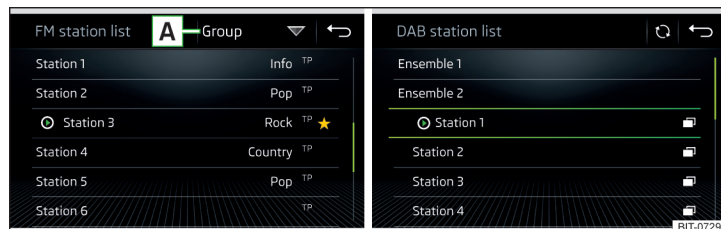

Fig. 184 Ejemplo de la lista de emisoras FM/DAB disponibles:
- Para **clasificar** (FM) las emisoras en la secuencia alfabética, según grupo o género, pulsar la superficie funcional  » fig. 184 » .
- Para la actualización **manual**, pulsar la superficie funcional  » fig. 184.